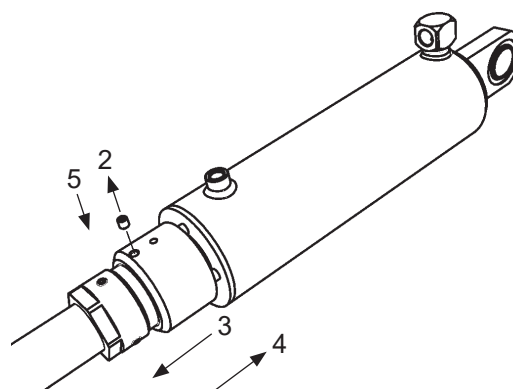

Bild 43. Anslag och dess låsskruv
2. Lossa anslagets låsskruv (2). Skruva anslaget helt tillbaka i riktning mot lyftbryggan (3). Bild 43.
4. Justera anslaget helt mot cylinderns topp (4). Bild 43.